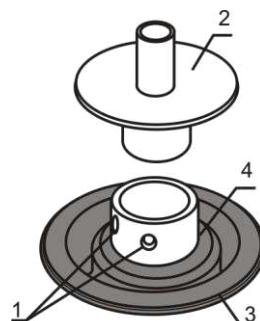

Рисунок 2.
- Открутите два винта (рис. 2/1) от ротора.
- Снимите адаптер платформы (рис. 2/2).
- Установите новую манжету, выравнивая край манжеты по выемке в роторе (рис. 2/4).
- Растияните внешний край манжеты (рис. 2/3) на край пластмассового корпуса.
- Установите адаптер (рис. 2/2), прикрутите винты (рис. 2/1) и установите платформу.